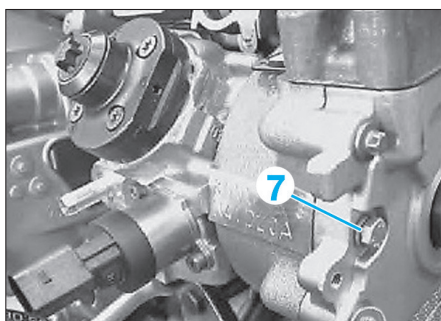

Fig. 61
- Dévisser la vis de fixation (7) sur le côté du carter de chaîne (Fig.61).